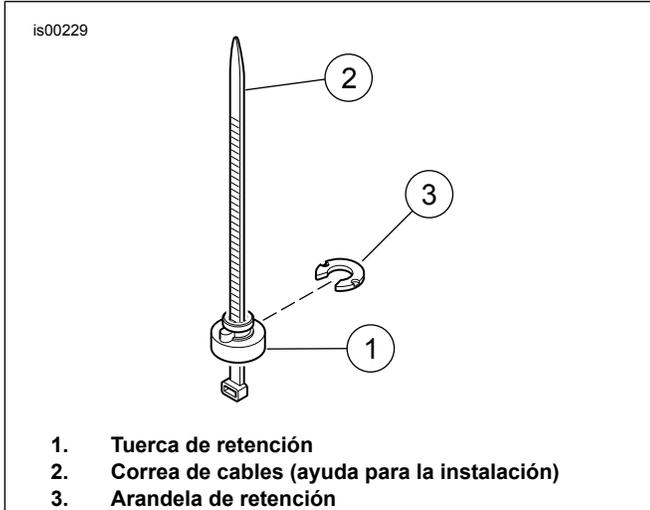

Figura 2. Instalación de la tuerca de retención
3. Vea la Figura 2. Instale las tuercas de retención en cada uno de los dos agujeros en la parte superior del guardabarros trasero como sigue:
- a. Puede usarse una correa de cables como ayuda en la instalación, para extraer y volver a instalar la tuerca de retención y la arandela. Coloque la tuerca de retención (1) sobre la correa de cables (2) para que el extremo ancho de la tuerca descansa sobre el ojal de la correa de cables. Pase la correa de cables hacia arriba debajo del guardabarros y a través del último agujero del guardabarros. Tire hacia arriba de la correa de cables para sostener la tuerca apretada contra la parte inferior del guardabarros.
- b. Con el reborde de refuerzo de la tuerca de retención asentado en la muesca del agujero del guardabarros, deslice la arandela de retención (3) a su lugar desde la parte trasera. Esto asegurará la tuerca de retención en su lugar. Quite la correa de cables.